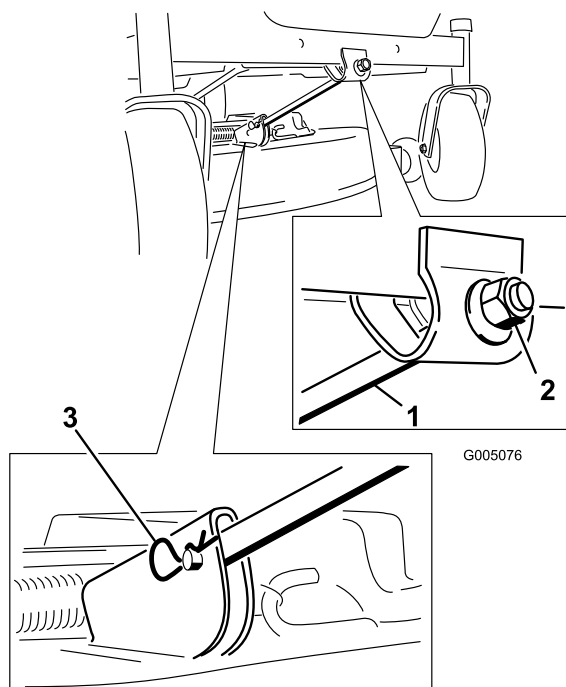

Figure 47
4. Enlevez la goupille fendue et les axes de chapes de la tige de support avant (Figure 47). Abaissez doucement l'avant du plateau de coupe au sol.
6. Fixez la tige de support avant au plateau de coupe à l'aide de l'axe de chape et de la goupille fendue (Figure 47).